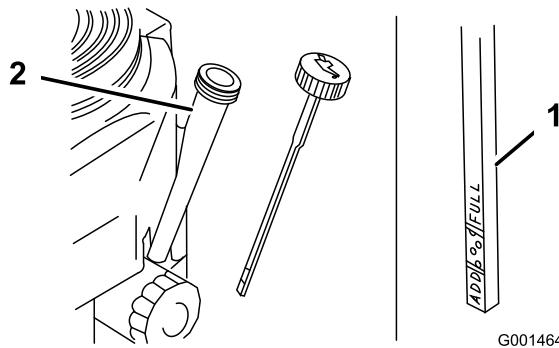

Figura 23
4. Pulite attorno all'asta di livello (Figura 23) in modo che la morchia non possa penetrare nel foro di rifornimento e danneggiare il motore.
5. Svitate l'asta di livello dell'olio e pulitene l'estremità (Figura 23).
6. Inserite a fondo l'asta di livello nel tubo di rifornimento, senza avvitarla (Figura 23).
9. Versate lentamente nel tubo di rifornimento (Figura 23) l'80% circa dell'olio indicato.